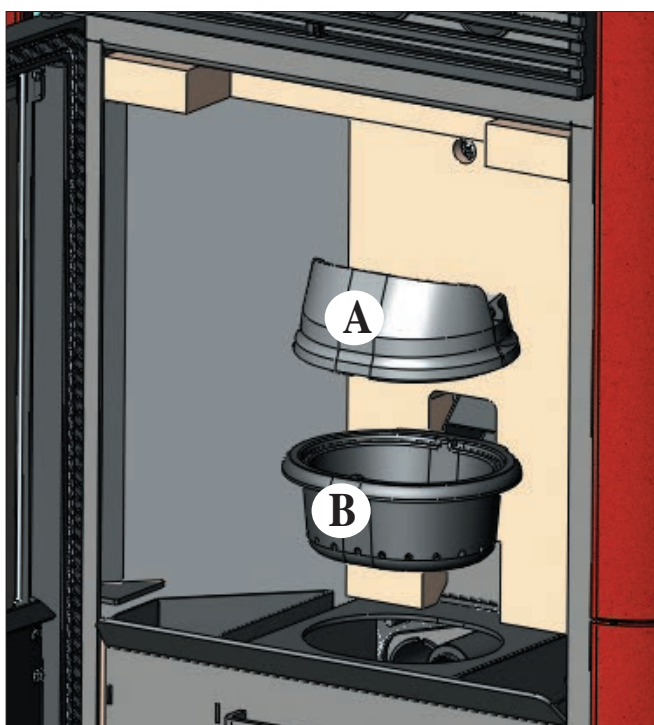

fig. 1
Efter den normale rengøring kan **UKORREKT** sammenkobling af det øvre forbrændingskammer (A) (fig. 1) med det nedre forbrændingskammer (B) (fig. 1) kompromittere brændeovns drift.